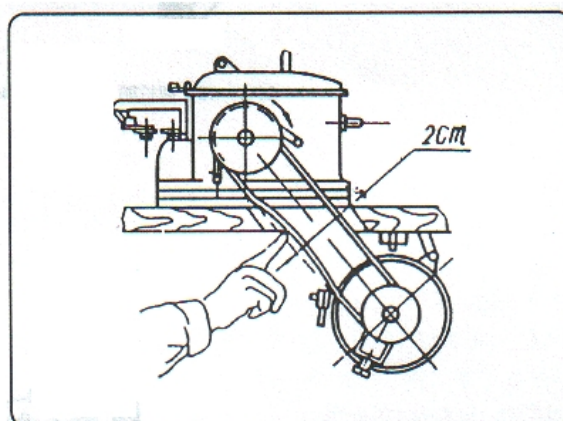

Рисунок 3-4
(1) Соберите раму машины согласно списку деталей.
(2) Соберите стол машины, электромотор, панель управления, переключатели и цепь управления согласно списку деталей.
(3) Соберите раму машины со столом машины, и соедините ножную педаль с соответствующими деталями.
(4) Установите основное устройство на стол машины, подложив под него предварительно демпферную подставку; пристегните их к столу двумя защёлками. Установите ремень и кожу ремня, отрегулируйте натяжение ремня. См. рисунок 3-4.
(5) Установите систему поддержки нити, расположив поддержку нити, кольцо нити, регулятор нити и штатив нити на одной линии.